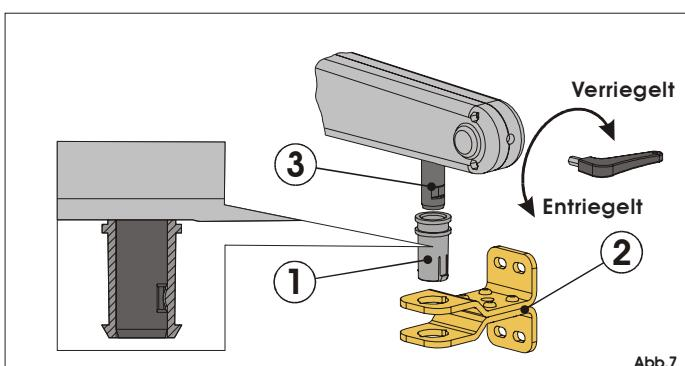

Abb.7
- Sicherstellen, dass der Stift (Abb. 7, Bez. 3) im Vorderteil des Antriebs anschlägt; anderenfalls den in den entsprechenden Sitz (Abb. 7) eingesetzten Entriegelungsschlüssel im Uhrzeigersinn bis zum Anschlag drehen.
- Den Entriegelungsschlüssel im Gegenuhzeigersinn um 6-7 Umdrehungen drehen, wie in Abb. 7 gezeigt.
Die Buchse (Abb. 7 Bez. 1) in die vordere Befestigung (Abb. 7 Bez. 2) einsetzen. Der mechanische Anschlag auf der Buchse muß mit der Nut des Stifts des Antriebs übereinstimmen. Den Stift (Abb. 7, Bez. 3) in die Buchse einsetzen